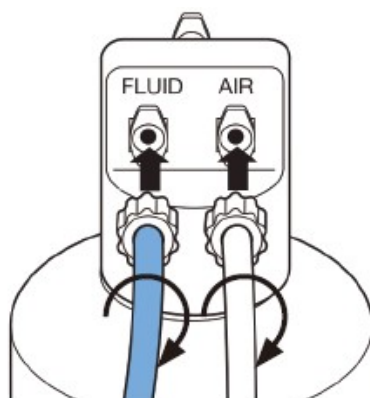

図 5-6 : エアー／リンス用チューブをボトルキャップに挿入
- 5.9 エアー／リンスチューブの透明なチューブ上のルアーフィッティングをボトルキャップ上の AIR のラベルが付いた差込み口にぴったり合うまでねじ込みます。エアー／リンスチューブの青色のチューブ上のルアーフィッティングをボトルキャップ上の FLUID のラベルが付いた差込み口にぴったり合うまでねじ込みます。（図 5-6 参照）。